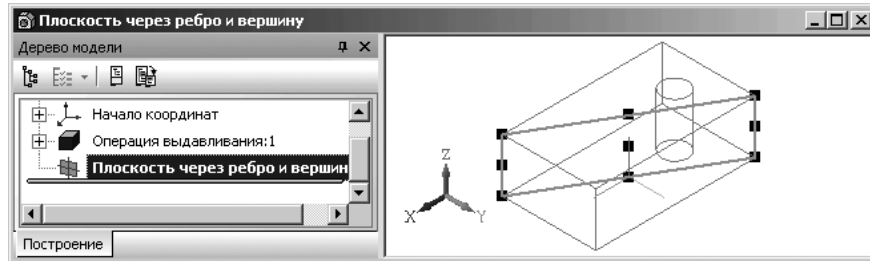

Рис. 8.9. Результат построения **Плоскости через ребро и вершину**
- подведите курсор к нужному ребру модели, например, к левому вертикальному. Появится фантом **Плоскости через ребро и вершину** после чего щелкните мышью. Пример такого состояния показан на рис. 8.9.